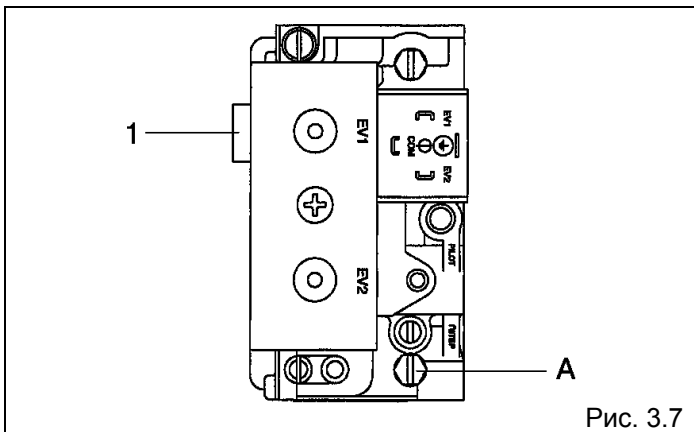

Рис. 3.7
- Закрутить до упора винт (1) регулятора давления (рис. 3.7)
- Открутить примерно на 3 оборота винт на штуцере замера давления (А) и подсоединить манометр (рис. 3.7)